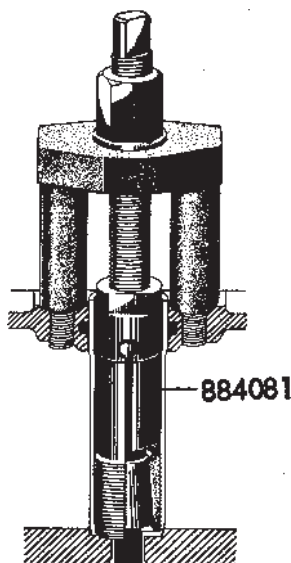

Fig. 7. Demontering av spridarhylsa
2. Vrid verktygets expanderande spindel moturs, varvid spindelns spänns fast inuti hylsan. Drag ej för hårt utan endast så kraftigt att spindelns får ett fast grepp, fig. 7.